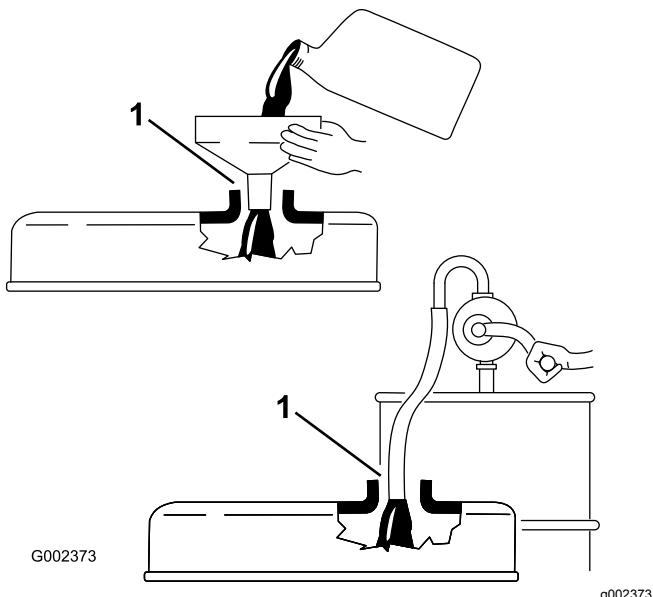

Figure 20
**Important:** Retirez la jauge de niveau lorsque vous faites le plein d'huile moteur. Lorsque vous faites l'appoint ou le plein d'huile moteur, il est *indispensable* de maintenir un espace entre le dispositif de remplissage et l'orifice de remplissage d'huile dans le couvre-culasse, comme montré à la Figure 20. Cet espace est nécessaire pour assurer l'aération pendant le remplissage et empêcher l'huile de déborder dans le reniflard.